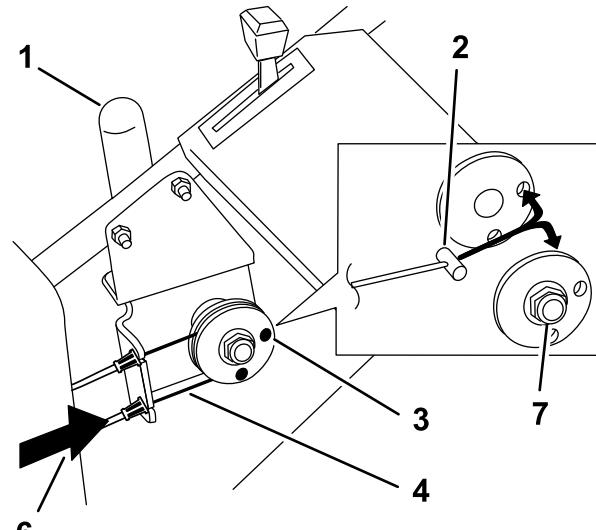

Figure 11
3. Desserrez le contre-écrou et insérez l'extrémité des câbles entre la poulie. Il est important d'installer les câbles comme illustré à la Figure 11. Cela permettra à l'éjecteur de fonctionner comme indiqué à la section Utilisation.
4. Passez le câble dans la fente puis poussez le dispositif de retenue en plastique dans le trou (Figure 11).